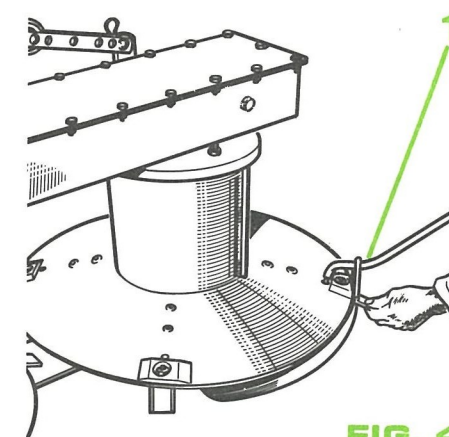

FIG. 4
Ils sont fournis dans le colis d'accessoires et peuvent être montés aisément à l'aide de la clé spéciale en dotation. La figure 4 représente le montage de l'un de ces couteaux au moyen de la clé (1) agissant par écartement d'une lame d'acier assurant le verrouillage lorsque le couteau est placé sur son axe. Les biseaux des couteaux sont dirigés vers le haut.